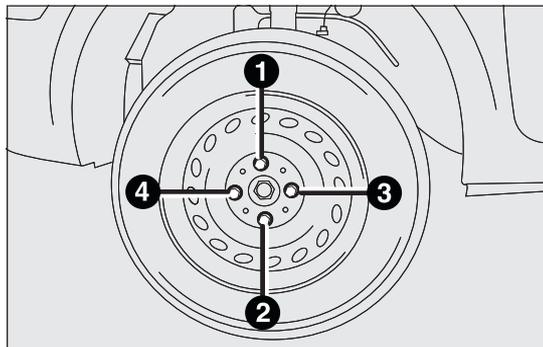

fig. 122
- serrer les boulons à fond, en passant alternativement d'un boulon à celui diamétralement opposé, selon l'ordre indiqué sur fig. 122.
- en se servant de la clé fournie, serrer les boulons à fond, selon l'ordre représenté fig. 122 ;